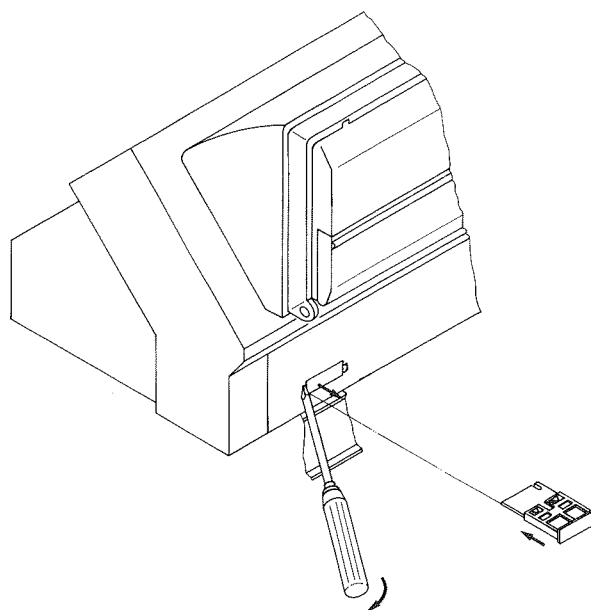

Abb. 3.13
2. Blindabdeckung aus der Regelung ausrasten (Abb. 3.13).
Codierstecker nach Abb. 3.13 in die Regelung einschieben (Codierlücke nach rechts).